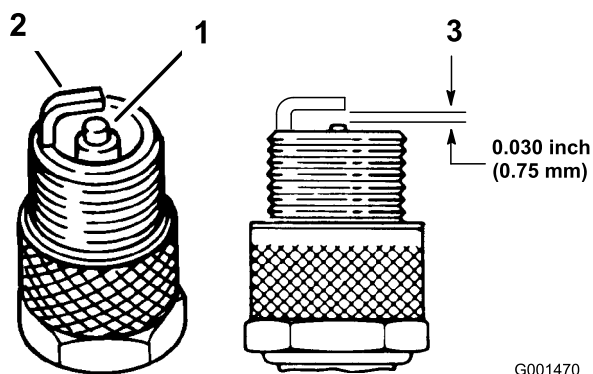

Figura 26
1. Controllate la parte centrale delle candele (Figura 26). Se l'isolatore è di color marrone chiaro o grigio, il motore funziona correttamente. Una patina nera sull'isolatore significa in genere che il filtro dell'aria è sporco.
3. Controllate la distanza tra gli elettrodi centrale e laterale (Figura 26). Piegare l'elettrodo laterale (Figura 26) se la distanza non è corretta.
3. Collegate i cappellotti alle candele (Figura 26).